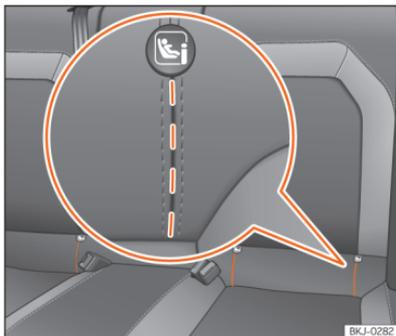

Fig. 37 Banco traseiro: ranhuras recortadas para aceder aos anéis de fixação ISOFIX/i-Size.
A localização dos pontos de fixação ISOFIX ou i-Size está indicada com um símbolo »» **Fig. 37**. Em alguns veículos, os anéis estão fixos à armação do banco e noutros ao piso traseiro.
- Proceda previamente à abertura manual do recorte situado atrás das ranhuras marcadas para ter acesso às argolas de fixação »» **Fig. 37**.